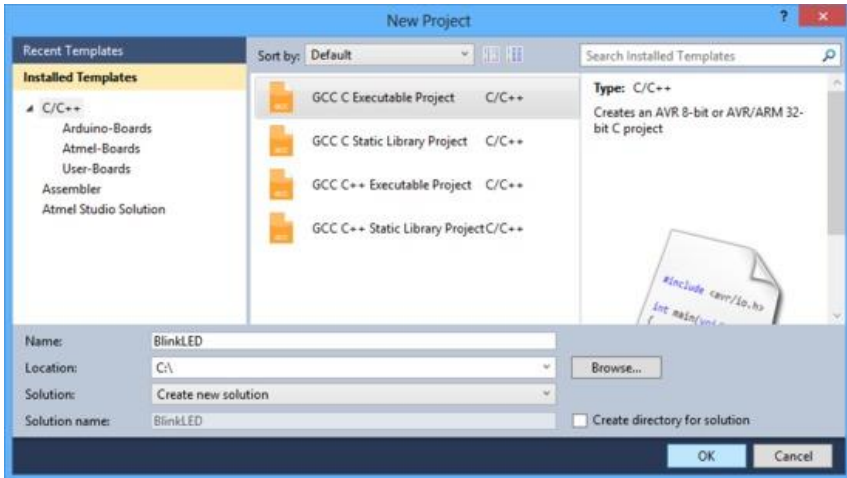

Рисунок 4.1 – Діалогове вікно New Project в Atmel Studio 6
1. Відкрийте Atmel Studio 6.2 та виберіть **New Project**. У діалоговому вікні New Project, виберіть **GCC C Executable Project** як шаблон (рис.4.1). Введіть ім'я проєкту і вкажіть місце де він буде зберігатися. Назвемо наш проєкт "BlinkLED". Зніміть прапорець **Create directory for solution** для спрощення структури каталогів проєкту. Клікніть **OK**.